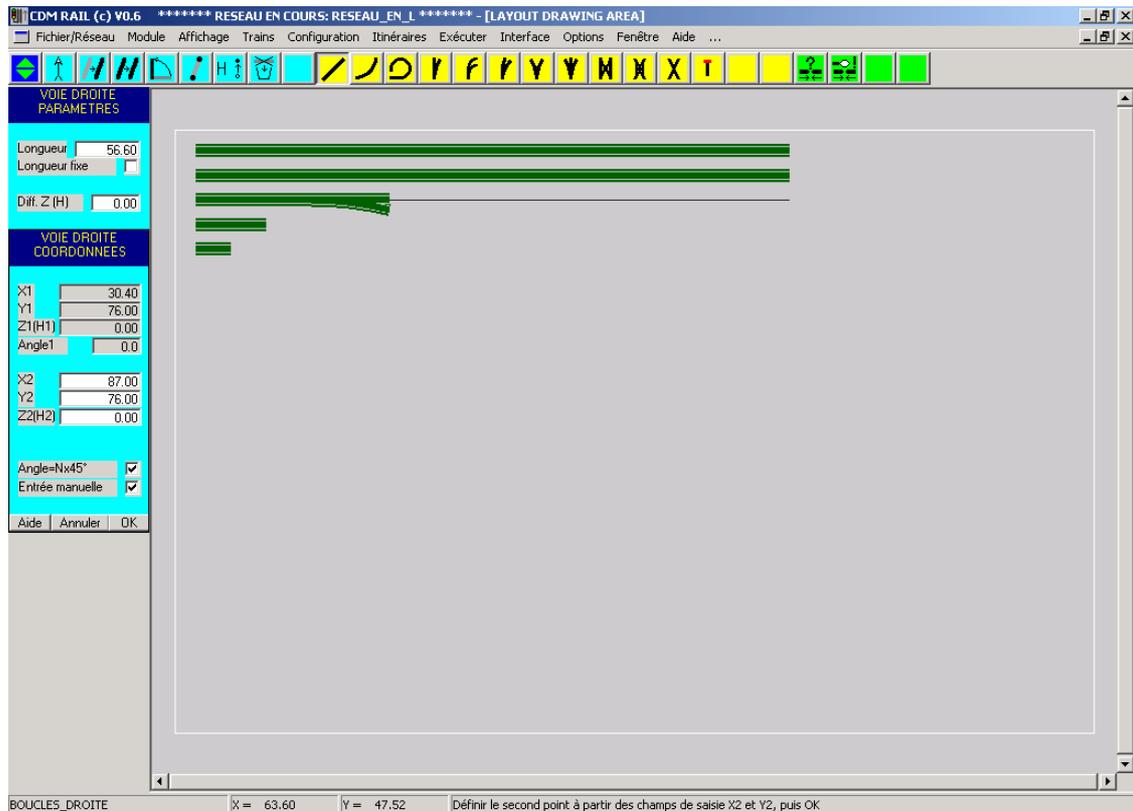

Figure MM-3-8: Tracé des trois segment droits supérieurs.
La première chose à faire est de tracer les trois segment droits horizontaux de la partie supérieure (figure MM-3-8).
- Puis cocher la case mode manuel, et entrer les coordonnées X2 et Y2 du deuxième point, comme indiqué sur la figure MM-3-8.